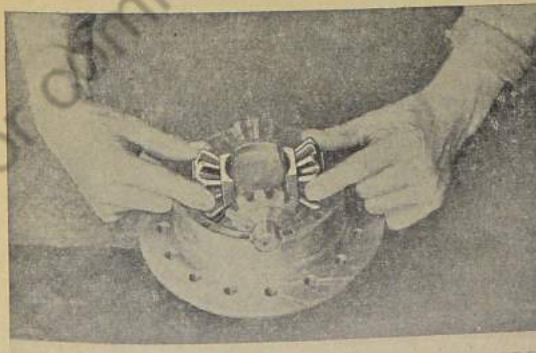

Bild 347: Zahnspiel prüfen
5. Zahnspiel zwischen Ausgleichkegelrädern und Achswellenrad prüfen, dasselbe soll fühlbar gerade noch festzustellen sein (Bild 347).